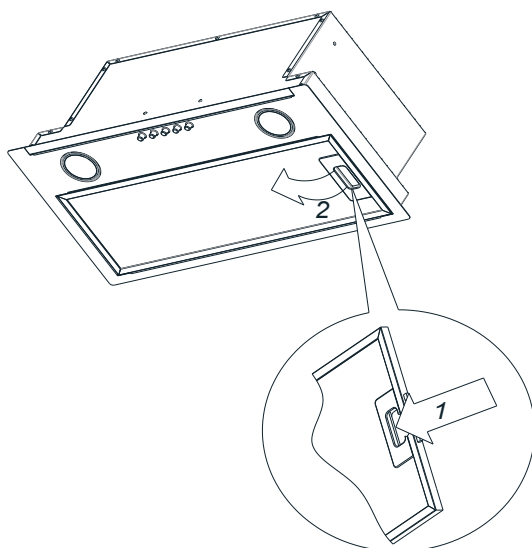

Рис. 4. Жировий фільтр
2. Зніміть жировий фільтр з приладу (Рис. 4).
5. Встановіть жировий фільтр на прилад (Рис. 4).
Витяжку обладнано алюмінієвим фільтром, що зупиняє частинки жиру, що виділяються в процесі приготування. Щоб зняти фільтр, перемістіть затискачі у напрямку стрілок (Рис. 4). Фільтр слід очистити вручну, занурюючи у воду з додаванням засобу для миття посуду протягом приблизно 15 хвилин, при температурі 40-50°C. Через 15 хвилин промийте акуратно фільтр й дайте висохнути. Фільтр повинен бути сухим перед його встановленням у витяжку. Також фільтр можна мити в посудомийній машині, дотримуючись інструкцій виробника миючих таблеток і засобів, які мають бути призначені для миття предметів з алюмінію. Під час миття колір жирового фільтра може змінюватися, що не впливає на його характеристики фільтрації. Недотримання регулярної очистки фільтра знижує ефективність витяжки та може спричинити пожежу. Жировий фільтр слід очищати щонайменше кожні 35 годин роботи витяжки.